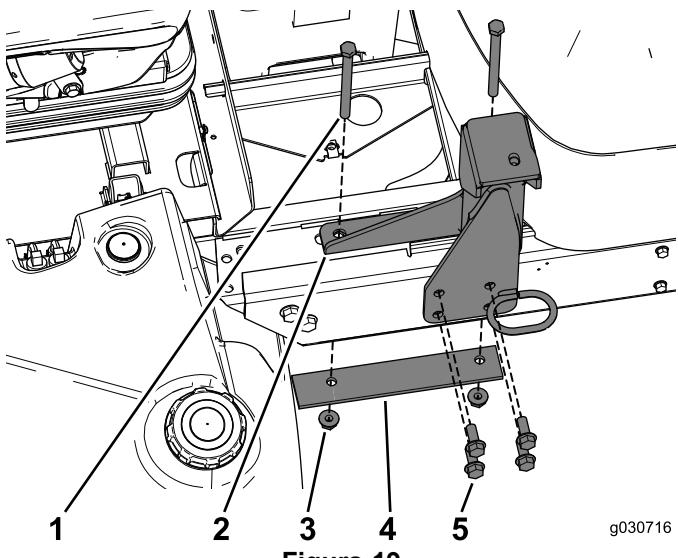

Figura 19
1. Utilize os dispositivos que retirou com o ROPS para prender a montagem traseira à estrutura (Figura 19).